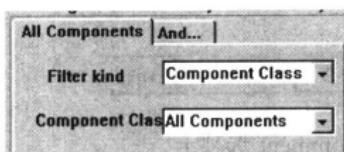

图 10-68 规则范围设置为指定元件类
- Component Class: 指定元件类。选择此项后，规则适用范围为指定的一类元件，可在 Component Class 下拉列表中选择元件类型，如图 10-68 所示。